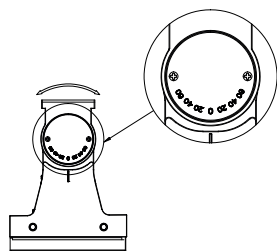
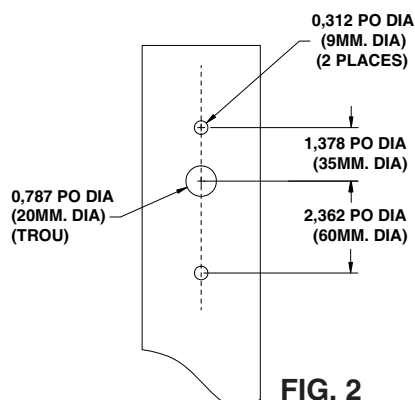
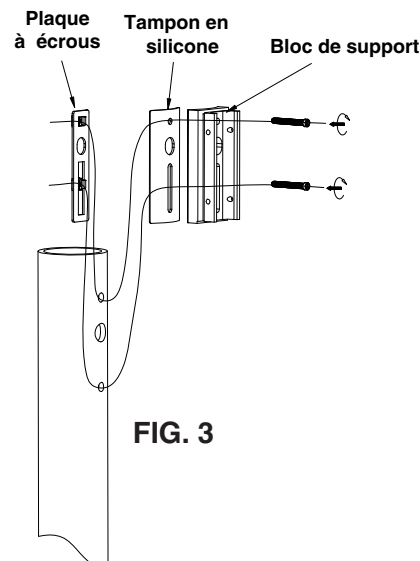

FIG. 1
FIG. 2
FIG. 3
Le luminaire peut être monté sur un poteau à profil rond ou carré, à l'aide d'une plaque de montage adaptatrice. La plaque de montage a un modèle à fentes qui couvre beaucoup de modèles de fentes. Au cas où il n'y a pas de modèle de fentes ou si les fentes sont en dehors de l'intervalle des fentes, percez des trous en conformité avec le modèle dans la FIG. 1. Installez la plaque de montage en conformité avec la FIG. 2.
1. Serrez la plaque à écrous et l'adaptateur sur le poteau (voir la FIG. 2).
2. Insérez le luminaire dans l'adaptateur (voir la FIG. 3).
Le luminaire peut être monté sur un poteau à profil rond ou carré, à l'aide d'une plaque de montage adaptatrice. Le bras flexible peut être orienté de 0 à 60° vers le haut ou vers le bas par incréments de 20° (voir la FIG. 1). La plaque de montage a un modèle à fentes qui couvre beaucoup de modèles de fentes. Au cas où il n'y a pas de modèle de fentes ou si les fentes sont en dehors de l'intervalle des fentes, percez des trous en conformité avec le modèle dans la FIG. 2. Installez la plaque de montage en conformité avec la FIG. 3.
1. Serrez la plaque à écrous et l'adaptateur sur le poteau (voir la FIG. 3).